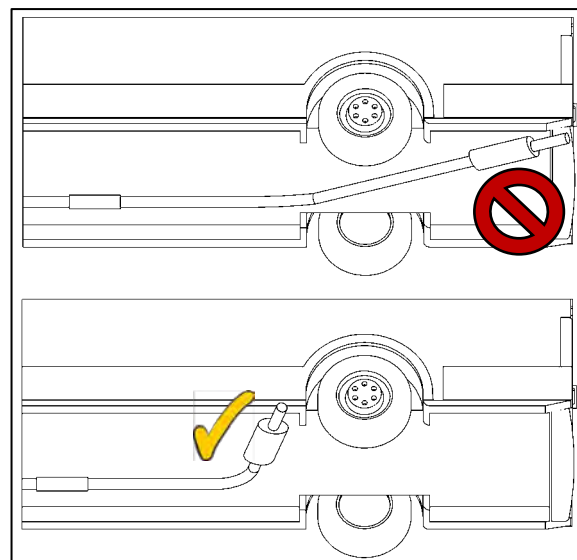

Abbildung 7
- Ausreichend Abstand zu wärmeempfindlichen Teilen einhalten: mindestens 300 mm Abstand zu Kunststoffen und Kabeln (siehe Abbildung 7).